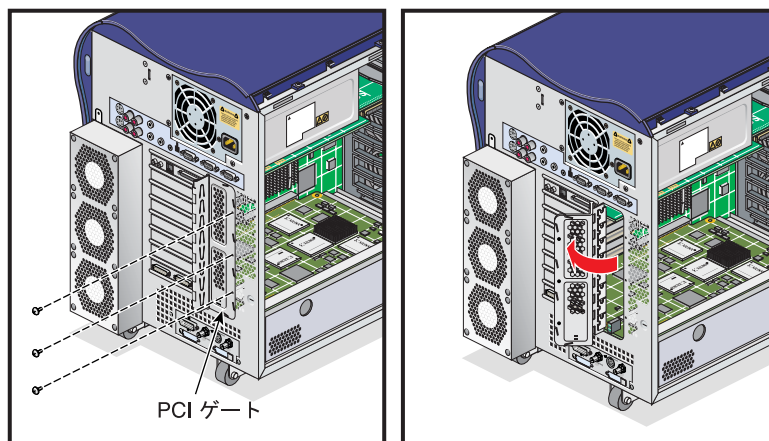

図 3-31 PCI ゲートを開く
1. 筐体に PCI ゲートを固定している 3 本のねじを外し、PCI ゲートを開きます (図 3-31 を参照)。